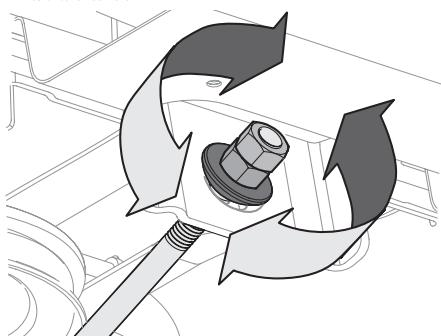

Figura 26
4. Para **elevar** el frente de la plataforma, afloje la tuerca exterior y luego apriete (rosca hacia adentro) la tuerca interior contra el soporte de suspensión delantera. Consulte la Figura 26. Cuando se logre el torque correcto, vuelva a apretar la tuerca exterior hasta 25-30 pies-libras (34-41 N·m).
5. Para **bajar** el frente de la plataforma, afloje la tuerca exterior y luego afloje (rosca hacia afuera) la tuerca interior, alejándola del soporte de suspensión delantera. Consulte la Figura 26. Cuando se logra el ajuste correcto, vuelva a apretar la tuerca exterior.